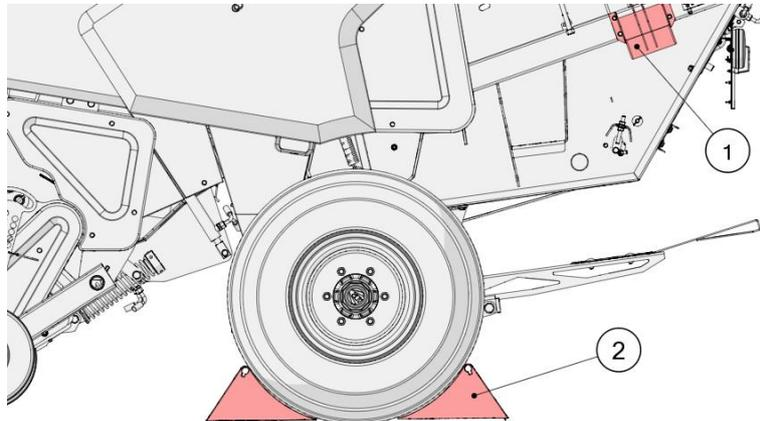

Рисунок 46. Защита ходового колеса упорами
При отсоединении машины от трактора закрепите ходовые колеса с помощью противооткатных упоров (2), которые находятся в кронштейнах (1) с левой и правой стороны машины (Рис. 46).